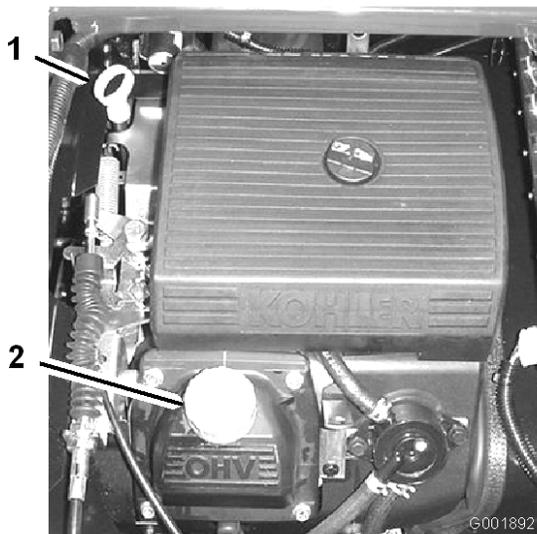

Figura 21
2. Retire la varilla y límpiela con un paño limpio (Figura 21). Introduzca la varilla en el tubo asegurándose de que entre a fondo. Retire la varilla y compruebe el nivel de aceite.
3. Si el nivel de aceite es bajo, retire el tapón de llenado de la cubierta de la válvula (Figura 21)